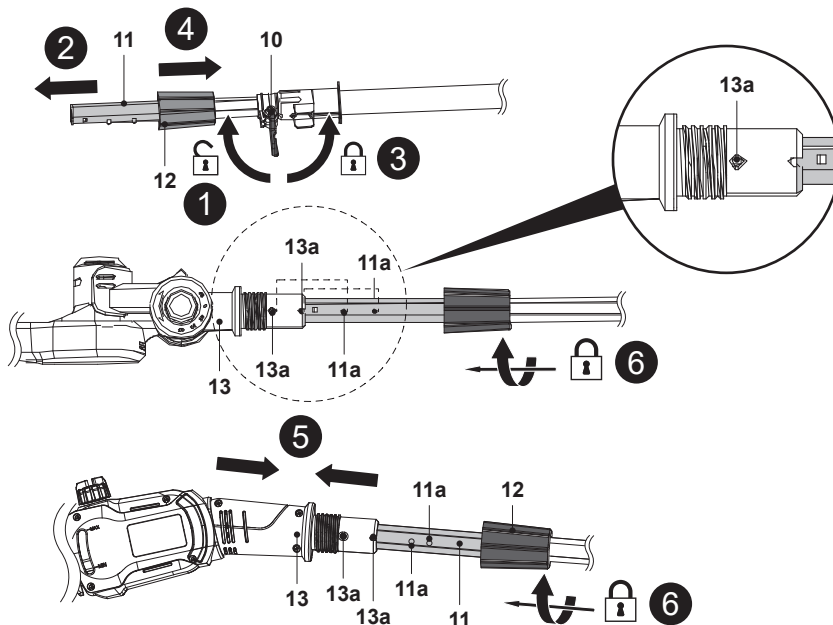

Fig. 2
1. Desserrer le levier de verrouillage (10) (Fig. 2, étape 1) et sortir la perche télescopique (11) (Fig. 2, étape 2), puis resserrer le levier de verrouillage (10) (Fig. 2, étape 3).
2. Replacer le manchon de blocage (12) sur la perche télescopique (11) (Fig. 2, étape 4).
3. Choisir une unité de coupe adaptée, puis aligner la perche télescopique (11) sur le support de perche (13) et l'insérer. S'assurer que les goupilles (11a) s'enclenchent dans les orifices de montage (13a) pour un raccord fiable (Fig. 2, étape 5).
4. Monter le manchon de blocage (12) sur le filetage du support de perche (13) et serrer le manchon de blocage (12) dans le sens des aiguilles d'une montre pour assurer la fixation (Fig. 2, étape 6).